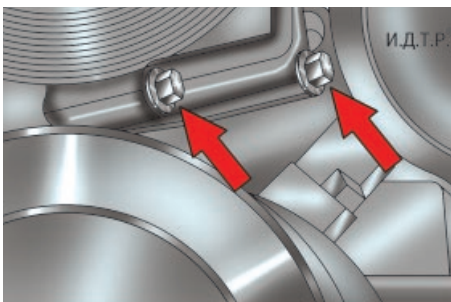

Рис. 8.3. Нижнее крепление насоса гидроусилителя рулевого управления
12. Выверните два нижних болта крепления насоса гидроусилителя (рис. 8.3).